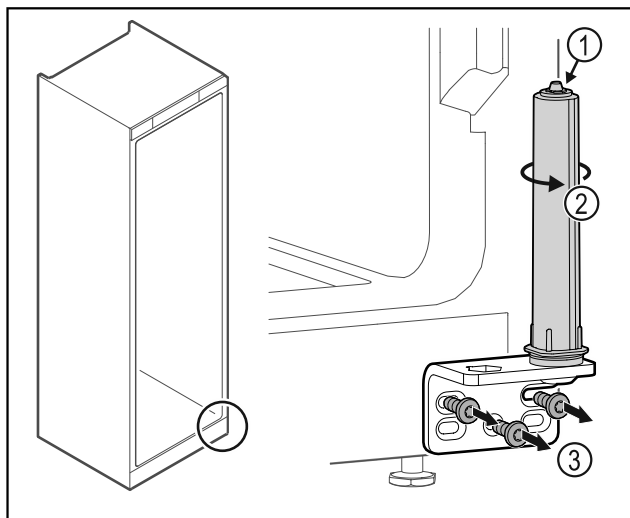

Fig. 53
- No desensamblar el sistema de cierre de la puerta Fig. 53 (1).
- Girar el sistema de cierre Fig. 53 (2) hasta que haga clic.
- Desatornillar la escuadra de bisagra Fig. 53 (3).